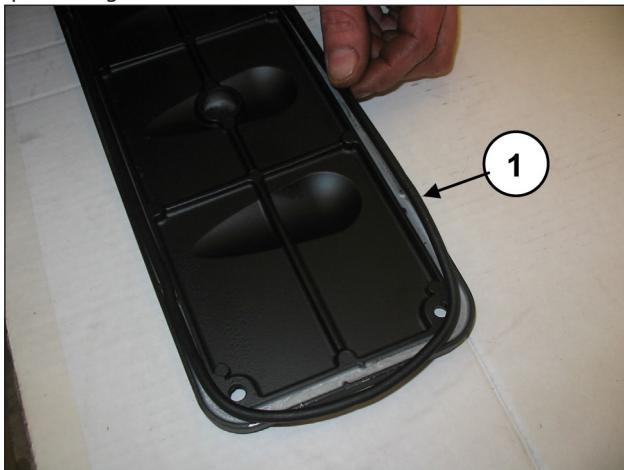

Fig. 163
Sui coperchi ispezione inserire l'O-ring (pos. 1, Fig. 163) e montare i coperchi mediante l'utilizzo di 4+4 viti M6x14 (pos. ①, Fig. 164).